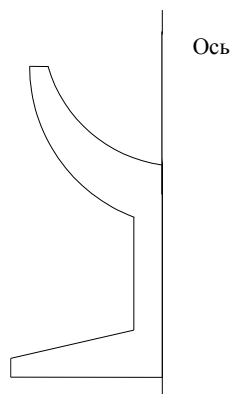

Рис. 25
4. Нарисовать фигуру (рис. 25).